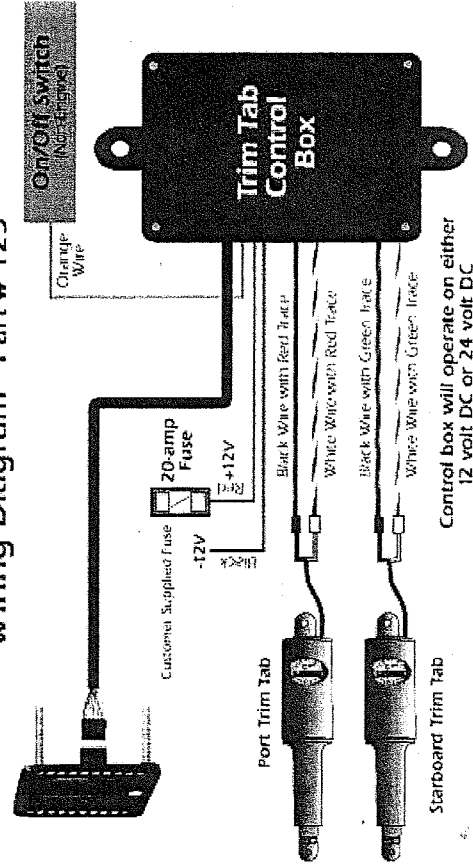

Fig. 4
- Un commutateur tactile standard (Fig. 3) et son câblage (Fig. 4)